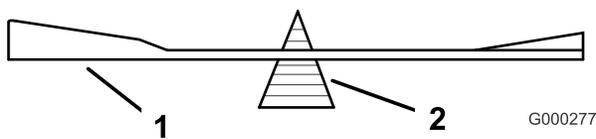

Figura 53
2. Verifique el equilibrio de la cuchilla colocándola sobre un equilibrador de cuchillas (Figura 53). Si la cuchilla se mantiene horizontal, está equilibrada y puede utilizarse. Si la cuchilla no está equilibrada, rebaje algo el metal en la parte de la vela solamente (Figura 53). Repita este procedimiento hasta que la cuchilla esté equilibrada.
Importante: La vela de la cuchilla debe apuntar hacia arriba y hacia el interior del cortacésped para asegurar un corte correcto (Figura 53).
1. Instale la cuchilla, el refuerzo de la cuchilla, la arandela curva y el perno de la cuchilla en el eje (Figura 53).